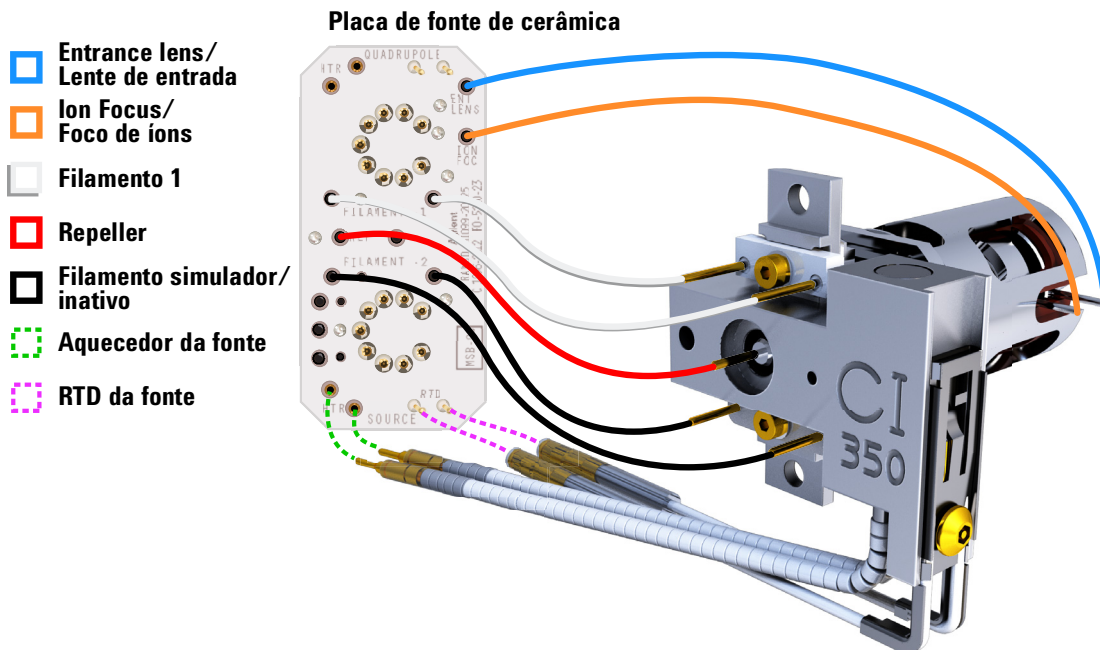

Figura 74 Fiação entre a placa da fonte de cerâmica e a fonte
- 1 Use alicates para conectar ou desconectar os fios da fiação da placa de cerâmica nos conectores da fonte. (Consulte **Figura 74.**)
- 2 Use alicates para conectar/desconectar os fios da fiação dos aquecedores da fonte na placa da fonte de cerâmica. (Consulte **Figura 74.**)